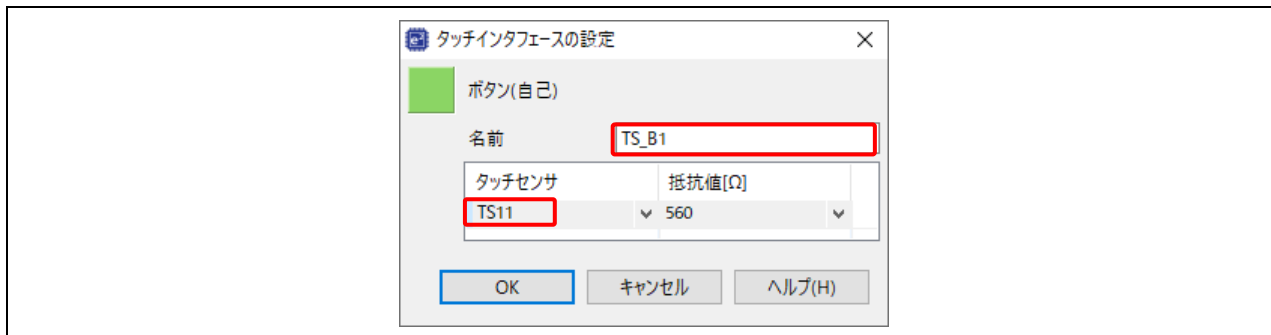

図 14 ボタンへのタッチセンサの割り付け
- (9) ボタンにタッチセンサを割り付けます。
- Button00 ボタンをダブルクリックするとダイアログボックスが表示されます。図 14 のように名前を"TS_B1"に変更し、MCU のセンサポートはタッチセンサのプルダウンリストから"TS11"を選択して、ボタンに割り付けます。